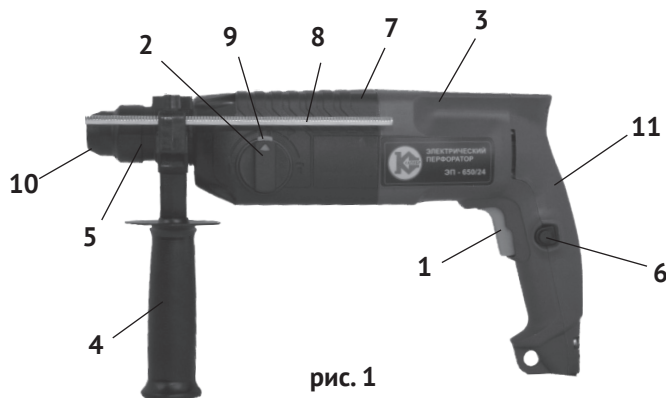

рис. 1
1.6 Общий вид перфоратора представлен на рис.1
1.7 Перфоратор состоит из горизонтально расположенного коллекторного двигателя в пластиковом корпусе (рис.1 поз.3), выполненном заодно с рукояткой. К корпусу двигателя крепится корпус редуктора, в котором расположен механизм, передающий вращательное и возвратно-поступательное движение на рабочий инструмент. Крутящий момент с якоря электродвигателя через шестерни, передаётся на ствол с патроном SDS – plus (рис.1 поз.5), расположенный соосно с двигателем. Тип ударного механизма перфоратора - электропневматический. Эксцентриковый подшипник преобразует вращательное движение якоря в возвратно-поступательное движение поршня. С поршня ударник передаёт энергию удара на ствол с патроном SDS – plus. На корпусе редуктора слева расположен переключатель режимов (рис.1 поз.2) с фиксатором (рис.1 поз.9) в трёх режимах: «сверление» /«сверление с ударом» / «удар».
В зависимости от вида выполняемой работы, в патрон SDS – plus вставляется необходимая насадка (пика, долото, сверло) с соответствующим хвостовиком, или переходник SDS-plus/сверлильный патрон для установки сверлильного патрона, если необходимо работать в режиме «сверление». Дополнительная рукоятка (рис.1 поз.4) хомутом крепится на корпусе редуктора (рис.1 поз.7). Фиксируется рукоятка, закручиванием по часовой стрелке, в любом положении (от 0° до 360°), что удобно пользователю, как «правше», так и «левше».
В отверстие левой части суппорта рукоятки вставляется, при необходимости, стержень-ограничитель глубины сверления (рис.1 поз.8). Он фиксируется в выбранном положении винтом-барашком.
1.8 Клавиша выключателя (рис.1 поз.1) расположена в передней части рукоятки. Включение/отключение инструмента осуществляется нажатием на клавишу выключателя. Силой, приложенной к клавише, регулируется число оборотов и частота ударов перфоратора. Нажатием кнопки (рис.1 поз.6), клавиша фиксируется в рабочем положении с максимальным числом оборотов (максимальной частотой ударов). При повторном нажатии на клавишу, она и кнопка фиксации (со щелчком), возвращаются в исходное положение – выключено.
При замене рабочих насадок следите за тем, чтобы колпачок (рис.1 поз.10), защищающий патрон от попадания пыли, не был повреждён.
- вставить стержень фиксации глубины сверления (рис.1 поз.8) в отверстие;
- фиксация клавиши в рабочем положении осуществляется нажатием на кнопку (рис.1 поз.6);
Нажав кнопку (рис.1 поз.9) в верхней части рукоятки (рис.1 поз.2), начните поворот к режиму с условным знаком, приведённым ниже. Отпустите кнопку фиксатора. При достижении выбранного положения, рукоятка зафиксируется, а кнопка фиксации (со щелчком) вернётся в исходное положение.
- при работе в режиме сверление без удара, переключатель (рис.1 поз.2) установить в положении «сверло». При этом режиме перфоратор может работать с патроном SDS – plus, но, как правило, устанавливается ключевой патрон;
- при работе в режиме сверление с ударом, переключатель (рис.1 поз.2) в положении «сверло с молотком»;
- при работе в режиме долбление, переключатель (рис.1 поз.2) в положении «молоток».
3.2 Для замены щёток необходимо открутить и снять крышку двигателя (рис.1 поз.11). Щётки следует заменять парой для обеспечения равной степени их давления на коллектор якоря.